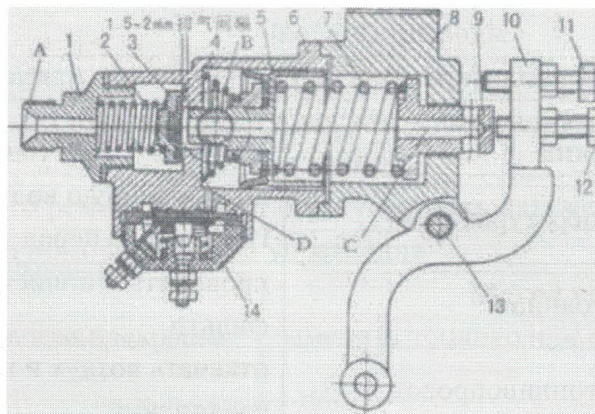

Рис. 3-23. Тормозной клапан
Пневматический тормоз основан на системе пневмопривода и установлен на колесах прицепного устройства. Изначально компрессионный воздух подается на ресивер через систему проводов, после чего он попадает в компрессионную камеру, установленную на колесах прицепного устройства через продувочное отверстие (отв. В рис. 3-23) тормозного клапана. При нажатии на педаль тормоза задействуется соединительный шток (8), который воздействует на ручку тяги (10) тормозного клапана, заставляя ее вращаться вокруг шкворня поворотной цапфы. Вследствие чего, регулировочный болт (12) прижимает ведущую тормозную тягу (9), сжимает балансирующую пружину и давит на центральный стержень (5), сжимает возвратную пружину (4), после чего отодвигает седло клапана (3), что открывает ток компрессионного воздуха. В этот момент находящийся под высоким давлением воздух из ресивера, проходя через отверстие А в продувочное отверстие В и оттуда постепенно и равномерно проходит в компрессионные камеры на обоих колесах прицепного устройства через систему проводов тормозного клапана и трехсторонний соеди-
Когда вы до конца выжимаете тормозную педаль максимальный уровень давления в тормозной системе должен составлять 0,45-0,5 МПа. В процессе регулировки присоедините воздушный манометр к трубкам, которые проходят через тормозную воздушную камеру. Поверните регулировочный болт 12 до состояния, когда он стыкуется с толкателем клапана, как показано на рис. 3-23., после чего повторно полностью отожмите педаль тормоза. Если давление, возникшее при этом в тормозной системе, будет ниже показателя в 0,45 МПа, прочно затяните стопорный болт при помощи гайки.